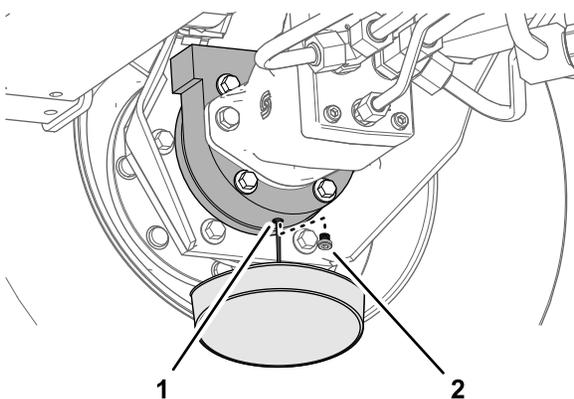

Figure 103
- Placez un bac de vidange sous le carter de frein, enlevez le bouchon de vidange et vidangez toute l'huile (Figure 103).